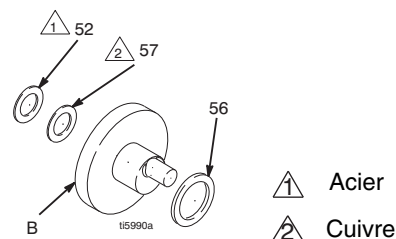

FIG. 2
1. Lubrifier uniformément l'intérieur du palier en bronze (C) du carter d'entraînement (49) avec de l'huile moteur de haute qualité. Enduire généreusement de graisse à roulement le roulement à rouleaux supérieur (E), le roulement inférieur (D) à l'intérieur de l'ensemble de la bielle (6).
2. Remonter la bielle (6) sur le carter d'entraînement (49). Positionner la bielle en fin de course basse maxi.
3. Enduire les rondelles 52, 57 et 56 de graisse. Les mettre en place dans l'ordre indiqué à FIG. 2.
6. Aligner la bielle sur le vilebrequin (B) et mettre les broches de positionnement du carter d'entraînement (49) bien en face des trous du carter de pignonerie (50). Enfoncer le carter d'entraînement sur le carter de pignonerie en tapotant dessus à l'aide d'un maillet en plastique.